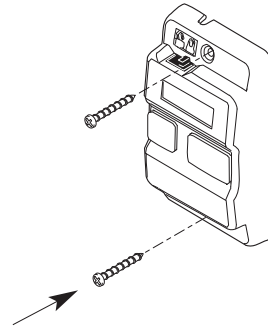

FIG. 3-4 Montaje del control de pared
- Sujete el control de pared a la pared con 2 tornillos (provistos) (**Fig. 3-4**).